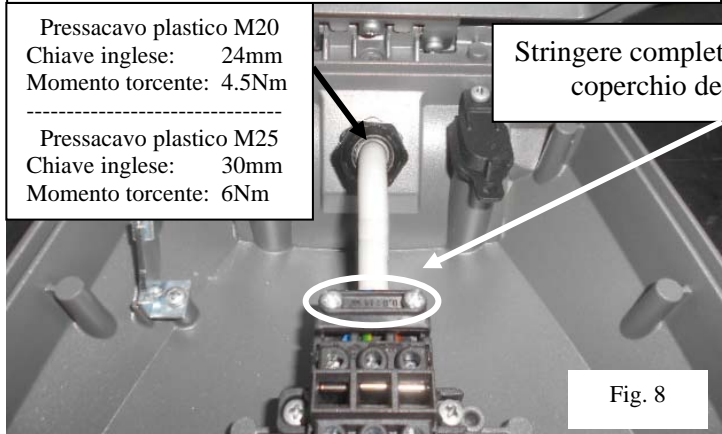

Fig. 8
- **Apparecchio con pressacavo:** seguire le indicazioni di Fig. 8. Non è necessario serrare il fermacavo del sezionatore sulla guaina esterna del cavo di alimentazione. Il fermacavo deve comunque essere serrato per mantenere i cavi in posizione.